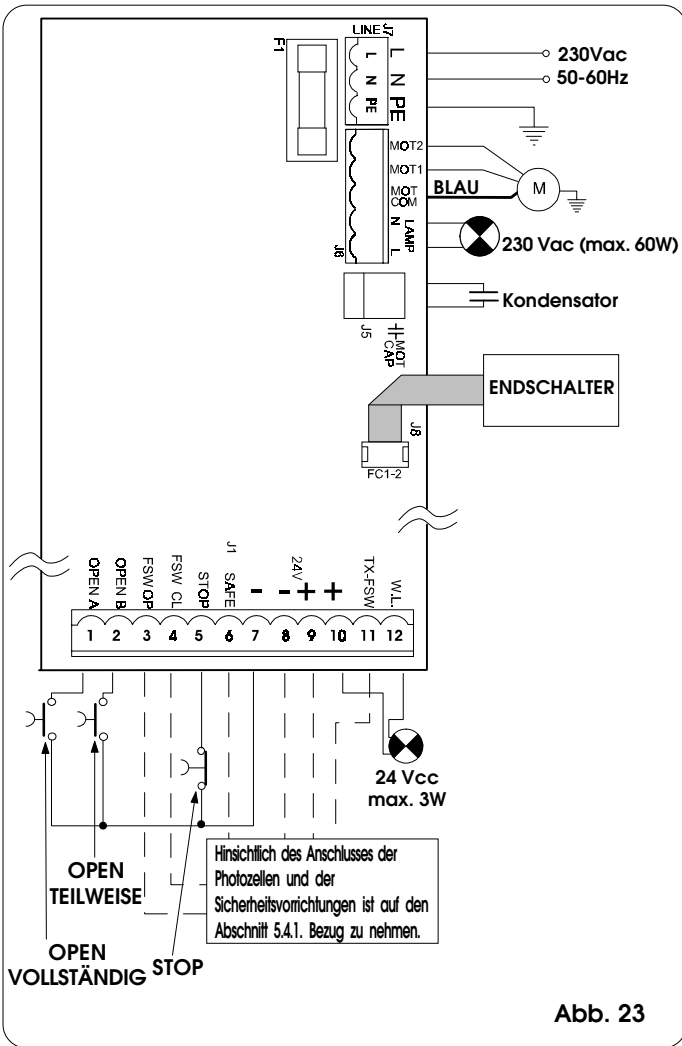

Abb. 23
5.4.2. Klemmenbrett J7 - Versorgung (Abb. 23)
5.4.3. Klemmenbrett J6 - Motoren und Blinkleuchte (Abb. 23)
5.4.4. Klemmenbrett J1 - Zusatzgeräte (Abb. 23)